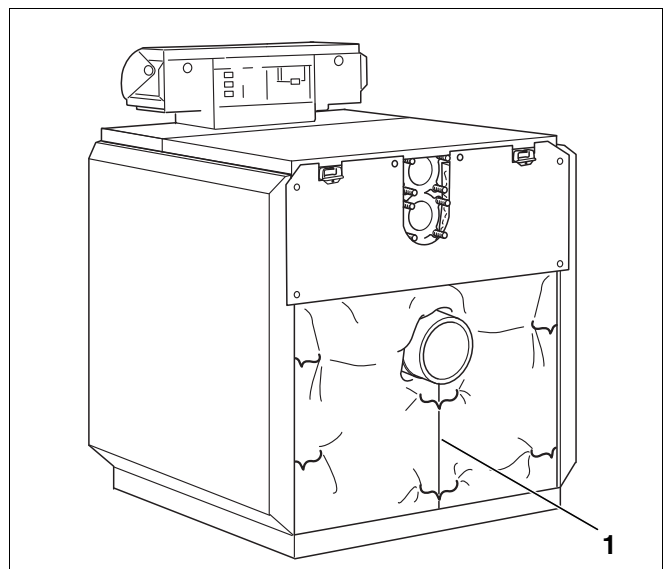

Fig. 55 Riassetto dell'isolamento termico dell'elemento posteriore
- ▶ Ribaltare in basso l'isolamento termico dell'elemento posteriore e compattarlo al di sotto del collettore fumi tramite la molla di tensione (fig. 55, [1]).